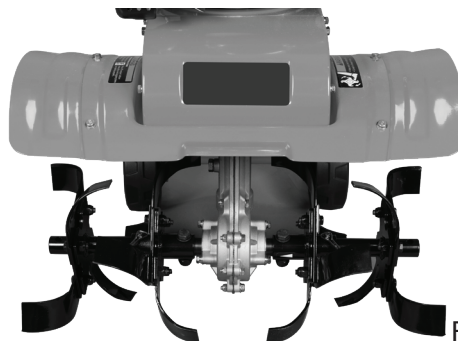

Figure 3
Installez les dents (Voir Figure 3)
3. Insérez les clavettes d'essieu pour fixer solidement les dents externes. Installez les clavettes d'essieu, de façon à ce que la direction de la clavette soit d'avant en arrière et que la boucle en fil métallique pivote au-dessus du haut de l'axe. Fixez solidement en élargissant la boucle en fil métallique de façon à ce qu'elle surplombe et capture l'extrémité de la clavette. (Voir Figure 3)